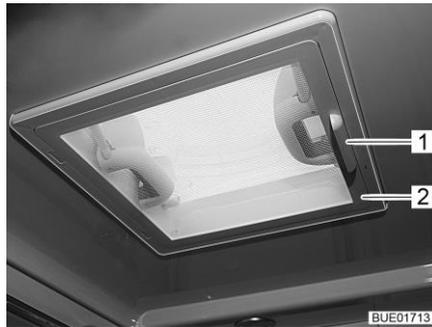

Bild 124 Dachhaube mit Schnappverschluss
- Insektenschutz (Bild 124,2) am Griff (Bild 124,1) nach unten schwenken.